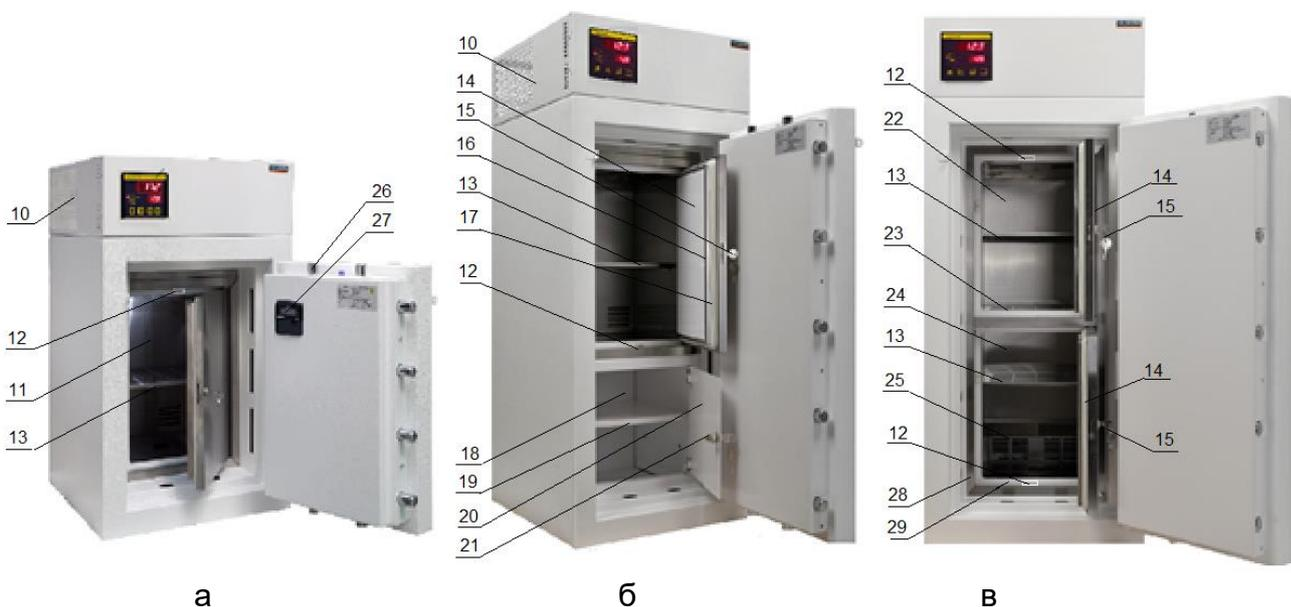

Рис. 2. Сейф-термостат медицинский, варианты исполнения
4.3 Модель сейфа-термостата медицинского TS-3/50 (рис.2в), оснащена рабочей камерой из стали нержавеющей, емкостью 50 литров, которая разделена стационарной перфорированной перегородкой (23) на две запираемые секции (22 и 24). Секции рабочей камеры изделия оборудованы кнопками (12), полками (13) и дверьми (14,) с замками (15), установленными в порте (28), который отделен от полезного объема рамкой из полистирола (29). В нижней секции (24) установлен блок (25), в котором размещены 2 вентилятора для обеспечения эффективной циркуляции воздуха в 50-ти литровой рабочей камере изделия.
4.6 Полезный объем рабочих камер сейфов-термостатов (рис. 2а и 2б) отделен от узлов обеспечения тепловых условий хранения крышкой из нержавеющей стали, с перфорацией для выхода охлажденного воздушного потока, которая оснащена светодиодом для ее освещения.
4.6.2 На крышке, верхней секции (22) TS-3/50 (рис. 2в), а также в нижней секции, на перегородке (23) рабочей камеры изделия, установлены светодиоды, которые включаются при открывании соответствующих дверей.